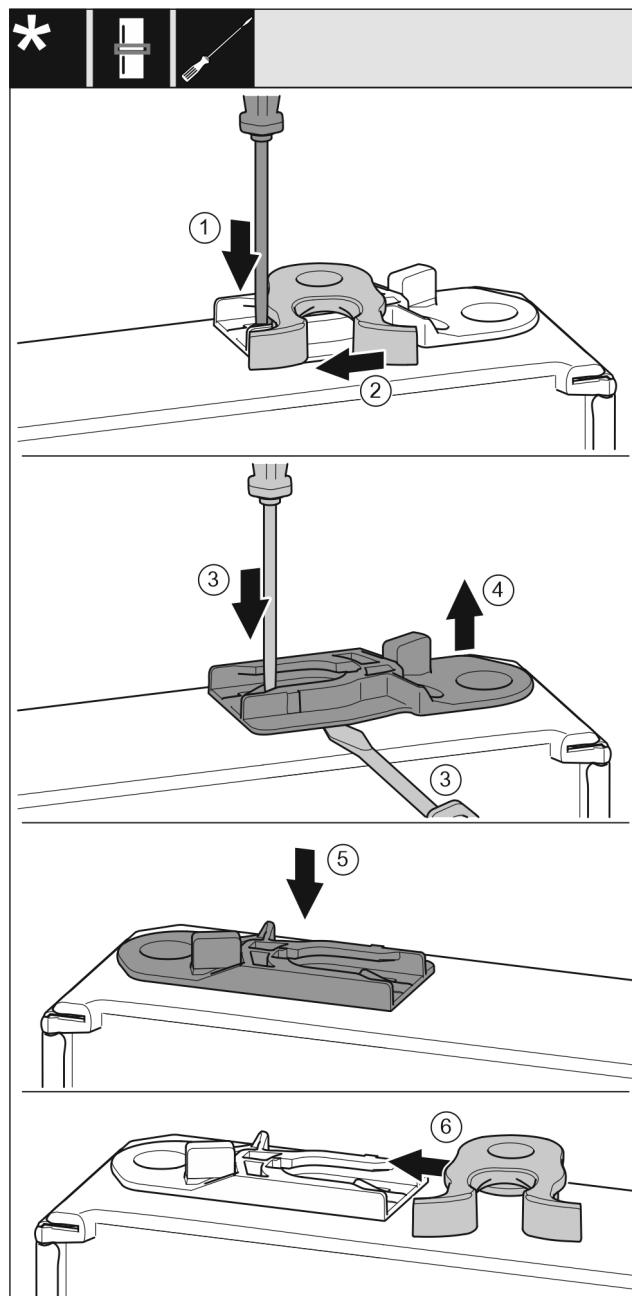

Fig. 28
- ▶ Plochým skrutkovačom zatlačte strmeň nadol. *Fig. 28 (1)*
- ▶ Zatvárací hák vytiahnite z vedenia. *Fig. 28 (2)*
- ▶ Vytiahnite vodiace puzdro: plochým skrutkovačom zatlačte strmeň a súčasne plochý skrutkovač zasuňte pod vodiace puzdro. *Fig. 28 (3, 4)*
- ▶ Vodiace puzdro, ktoré je súčasťou dodávky, zasuňte na druhej strane telesa. *Fig. 28 (5)*
- ▶ Zatvárací hák zasuňte do vedenia. *Fig. 28 (6)*